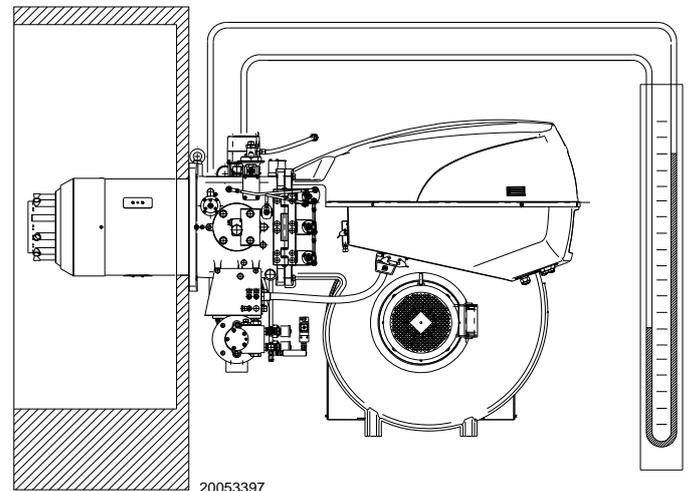

Abb. 34
- Montieren Sie ein U-Rohr-Manometer oder einen Differenzdruckmesser (Abb. 34), mit Entnahmestelle (+) am Gasdruck der Muffe und (-) in der Brennkammer. Damit soll annäherungsweise die Höchstleistung des Brenners ermittelt werden.
Das U-Rohr-Manometer (Abb. 34) zeigt den Gaseintritt an der Muffe an.